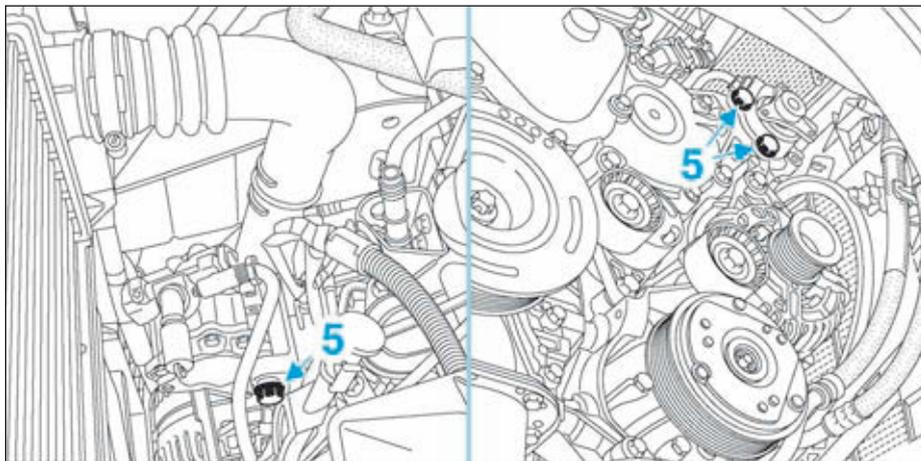

FIG.14
- Déposer les trois vis (5), puis déposer la pompe de direction assistée (Fig.14).